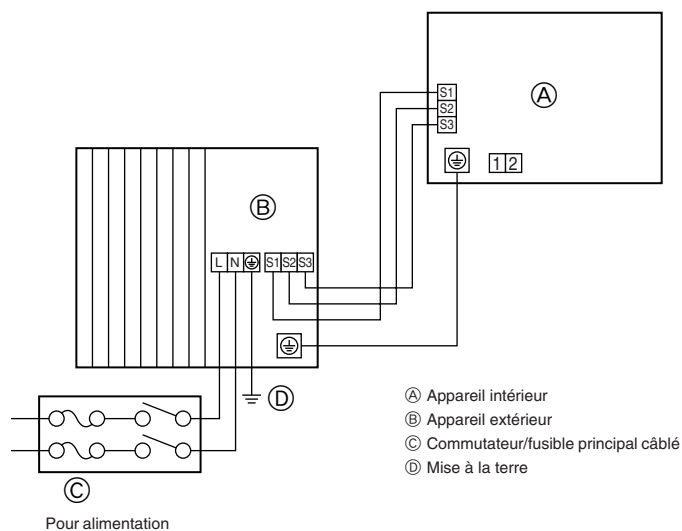
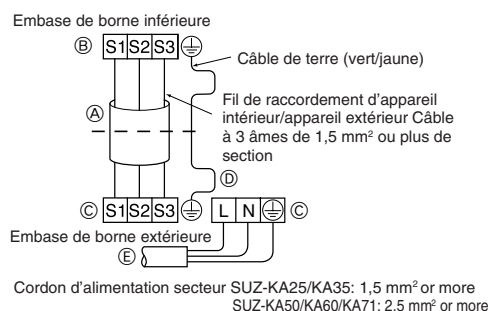
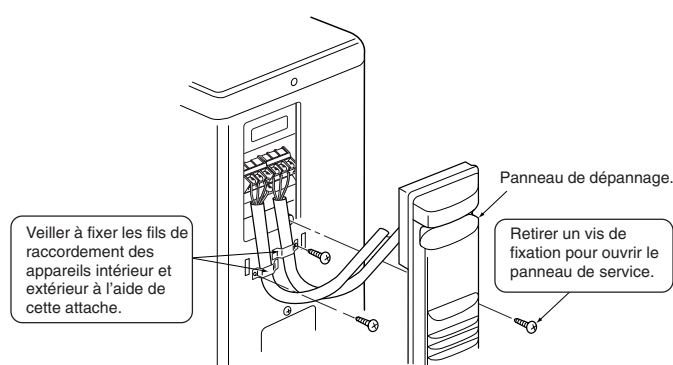
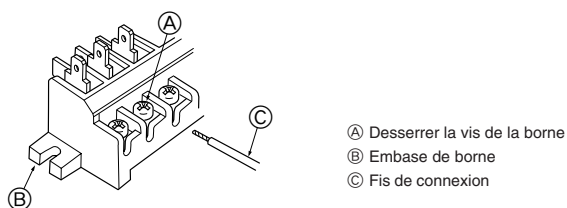

Fig. 6-1
Fig. 6-2
Fig. 6-3
Fig. 6-4
6.1. Appareil extérieur (Fig. 6-1, Fig. 6-2, Fig. 6-3, Fig. 6-4)
- ① Déposez le panneau de service.
- ② Raccordez les câbles conformément aux Fig. 6-1, Fig. 6-2, Fig. 6-3 et Fig. 6-4.
- Effectuez le câblage selon le diagramme en bas et à gauche. (Veuillez vous procurer le câble localement) (Fig. 6-2)
- ① Câble de connexion
- ② Embase de borne intérieure
- ③ Embase de borne extérieure
- ④ Posez toujours un câble de mise à la terre plus long que les autres câbles.
- ⑤ Cordon d'alimentation
- Faites attention de brancher les fils correctement. (Fig. 6-4)